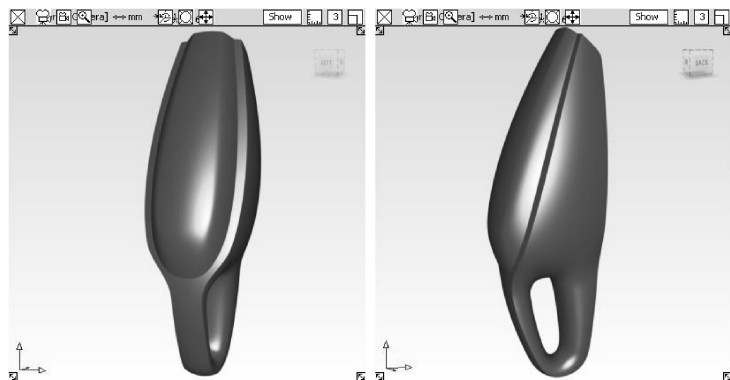

图 9-37 吸尘器主体模型
- 39 开启镜像显示，观察吸尘器的主体模型，对检查到的问题进行更改，如图 9-37 所示。